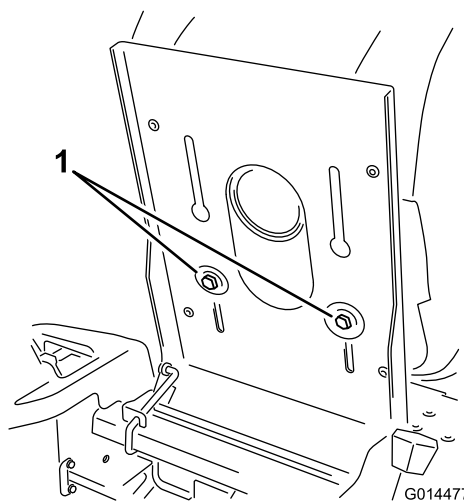

Figura 22
1. Eleve o banco e desaperte os parafusos de ajuste o suficiente para mover o banco (Figura 22).